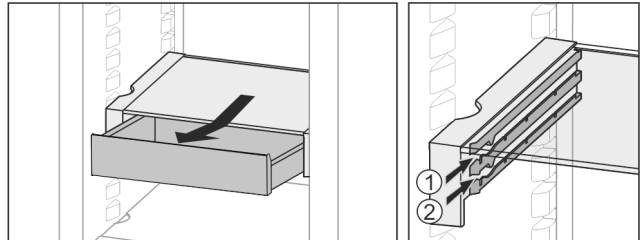

Fig. 36
- ▶ На любой высоте Fig. 36 (1) или Fig. 36 (2) вставить.